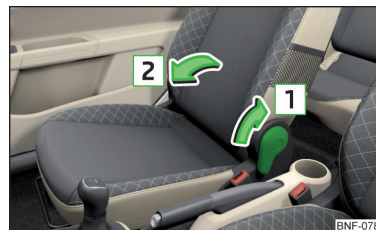

Fig. 51
- Para **rebater para frente**, puxar a alavanca no sentido da seta **1** e rebater o encosto do banco no sentido da seta **2** para frente » Fig. 51. O bloqueio deve engatar de forma audível.